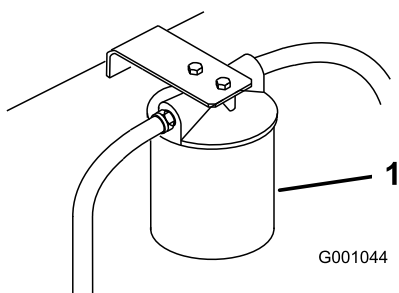

Figura 79
3. Collocate una bacinella di spurgo sotto il filtro, togliete il filtro usato e pulite la guarnizione di riduzione del filtro (Figura 79).